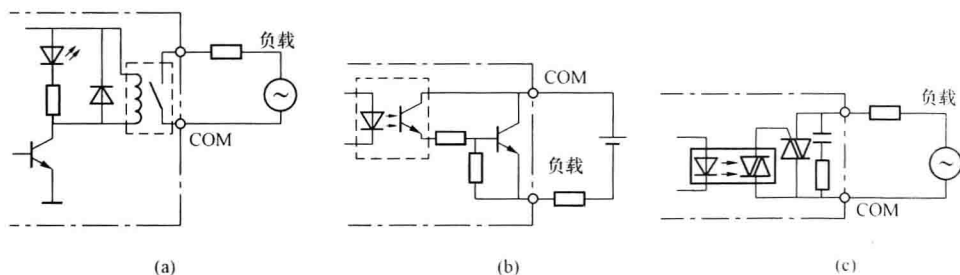

图 1-3 输出接口电路
(2) 输出接口电路。PLC 的输出有三种形式：继电器输出、晶体管输出、晶闸管输出。图 1-3 给出了 PLC 的输出电路图。每种输出都采用了电气隔离技术，电源由外部供给，输出电流一般为 0.5~2A，输出电流的额定值与负载的性质有关。